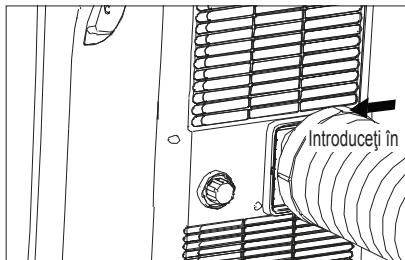

Fig. 7
4. Prindeți prin culisare ansamblul de unitate (Fig. 7).